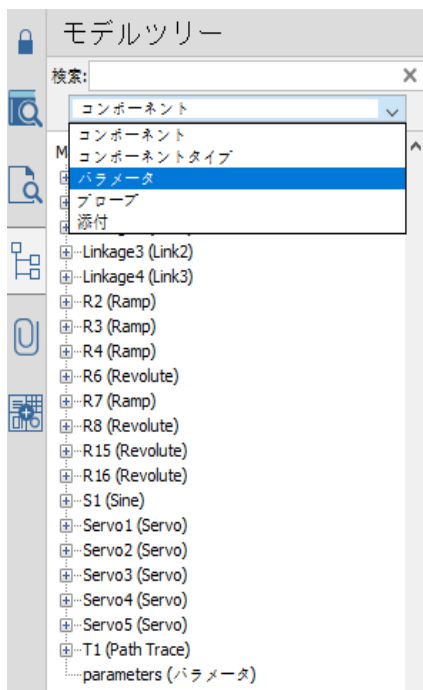

図2.1 モデルツリーの [コンポーネント] ビュー
- **[コンポーネント]**: このビューでは、コンポーネントやサブシステムの名前順にモデルツリービューを表示します。コンポーネントやサブシステムのノードは、名前に続いて型で識別されます (図2.1 「モデルツリーの [コンポーネント]